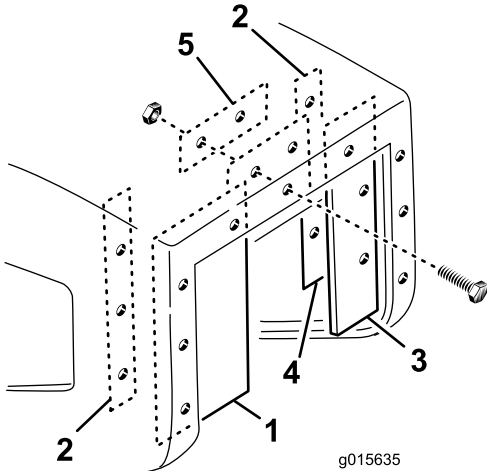

Figura 22
1. Sujete el protector ancho al borde izquierdo interno de la apertura de la tolva con una arandela larga, 3 tornillos (N° 10 x 1") y 3 tuercas con arandela prensada (N° 10), como se muestra en Figura 22.
2. Sujete el protector estrecho al borde derecho interno de la apertura de la tolva con una arandela larga, 3 tornillos (N° 10 x 1") y 3 tuercas con arandela prensada (N° 10), como se muestra en Figura 22.
tornillos (N° 10 x 1") y 2 tuercas con arandela prensada (N° 10), como se muestra en Figura 22.